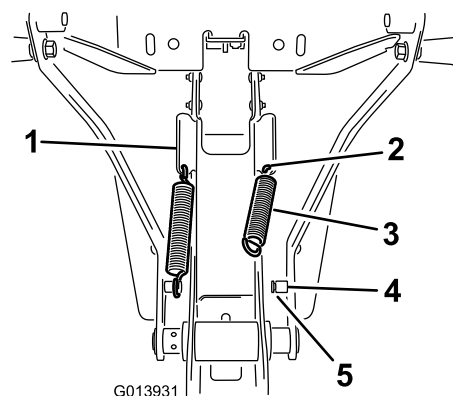

Рисунок 7
1. Установите пружину в отверстие в нижнем конце углового выступа в боковой части рамы в сборе (Рисунок 7).
2. Закрепите один конец пружины в отверстии (Рисунок 7).
3. Убедитесь в том, что конец защелки правильно установлен в канавку в стойке (Рисунок 7).